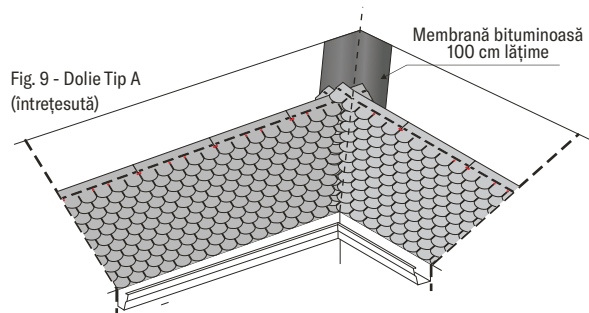

Fig. 9 - Dolie Tip A (întrețesută)
- Dolie tip A (întrețesută) - rândurile de plăci se montează concomitent pe două falde alăturate. Acestea se suprapun unele peste altele în albia doliei urcând pe falda opusă astfel încât colțul de sus al ultimei foi de șindrilă bituminoasă să fie la 25 cm de axul doliei (fig. 9). Se va evita baterea cuielelor la o distanță mai mică de 40 cm de o parte și de alta a liniei doliei;